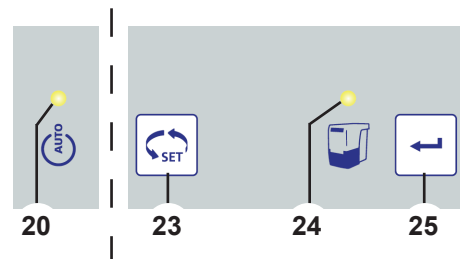

рис. 8
- ⇒ Нажмите клавишу ввода (25) (счетчик для отсчета интервала времени сбрасывается).
- ♦ Индикатор выдвижного ящика для пыли (24) гаснет.
**Если выдвижной ящик для пыли не очищен, то индикатор ящика для пыли (24, рис. 8) продолжает светиться. После включения / выключения оборудования 3-кратный звуковой сигнал снова укажет на необходимость опорожнения выдвижного ящика для пыли.**